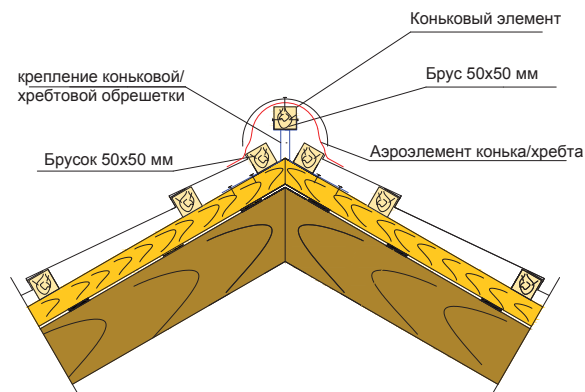

Рис. 8
4.1.12. Коньковый брусок сечением 50x50 мм монтируют на специальные крепления (скобы), устанавливаемые на каждой паре стропильных балок под верхний ряд обрешетки. Высоту креплений определяют по месту (см. рис. 8)